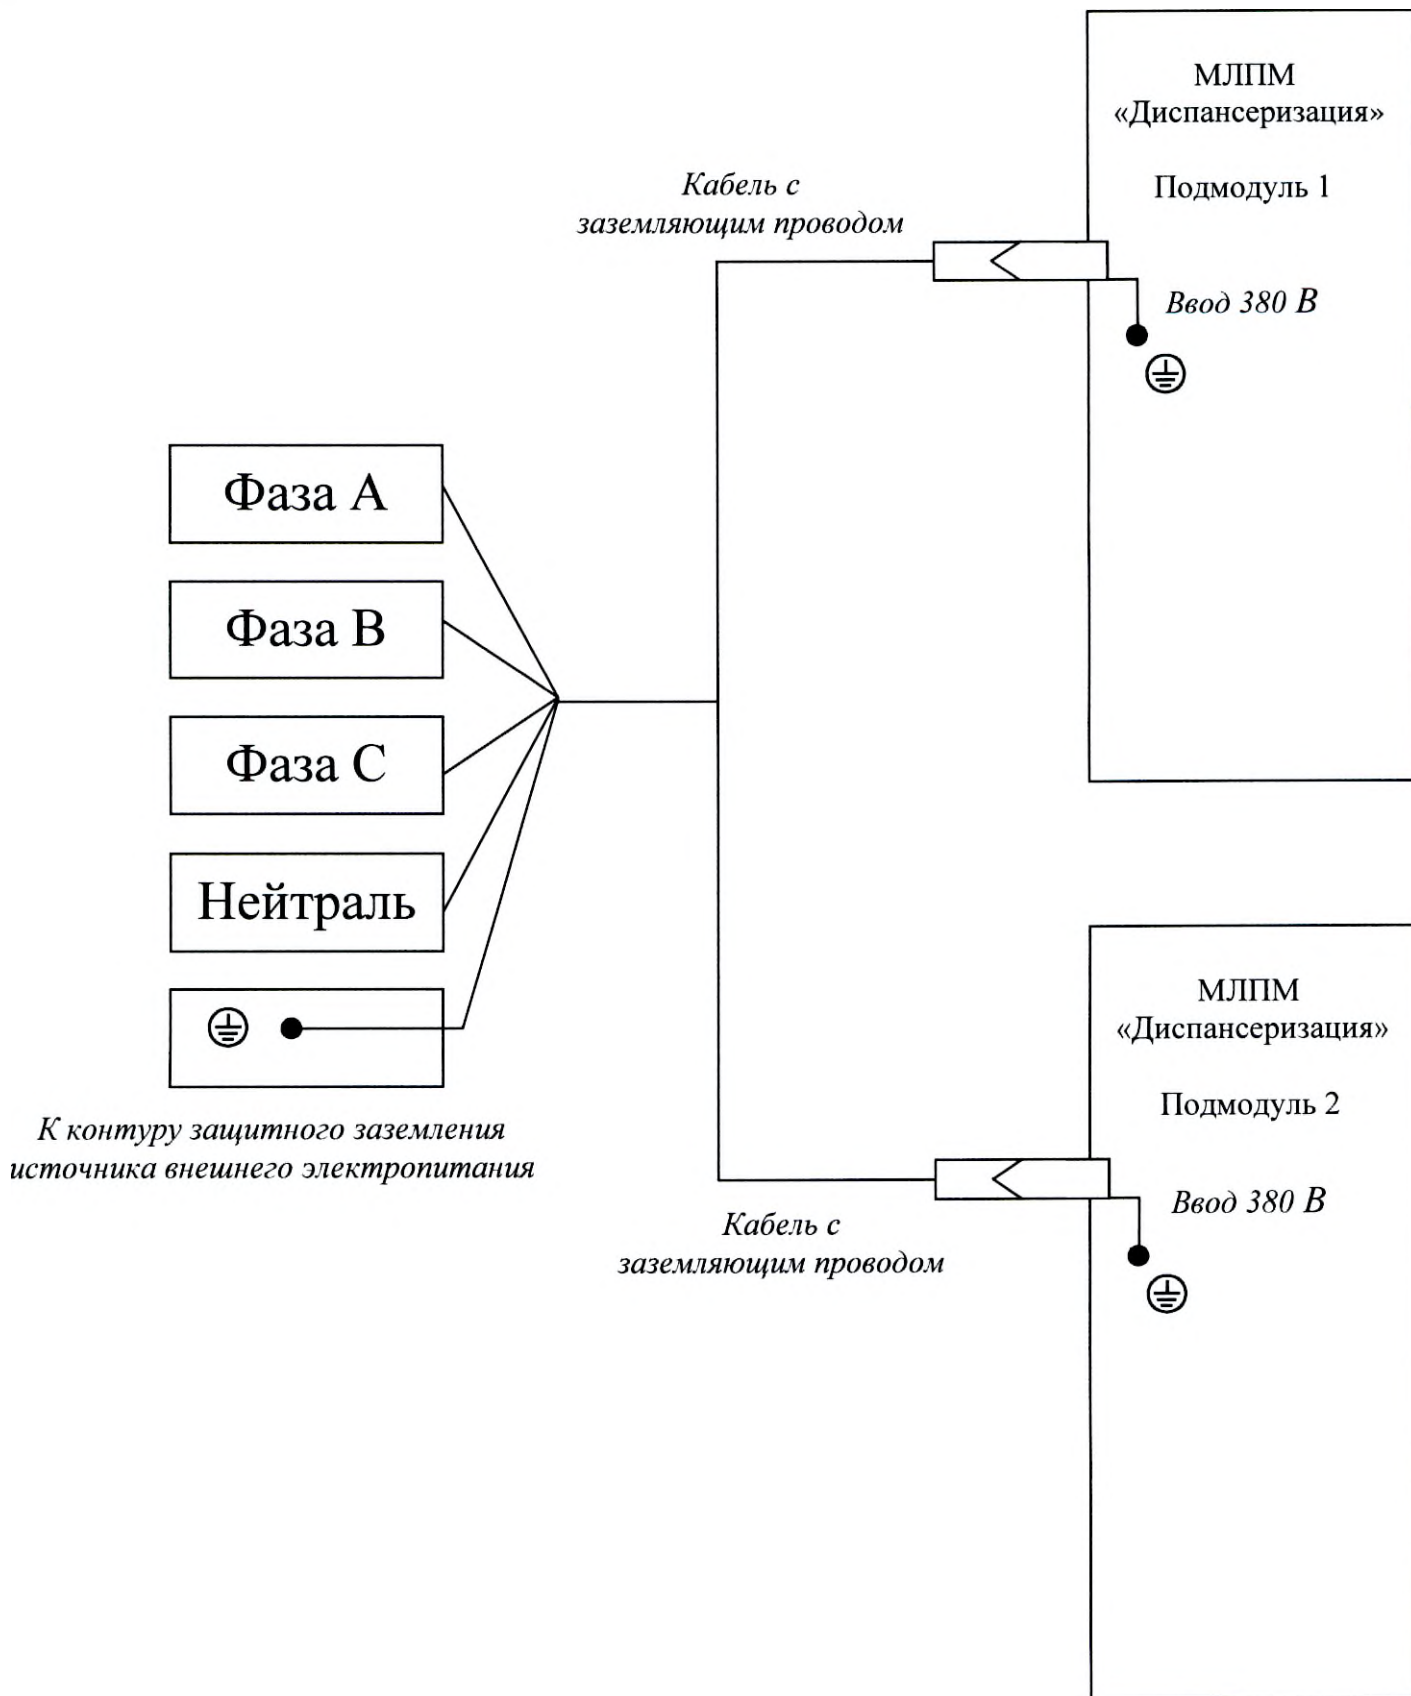

Рис.1. Подключение Модуля к источнику внешнего электропитания
2.3.1. Подключение кабинета к источнику внешнего электропитания следует выполнять в соответствии с рис. 1.